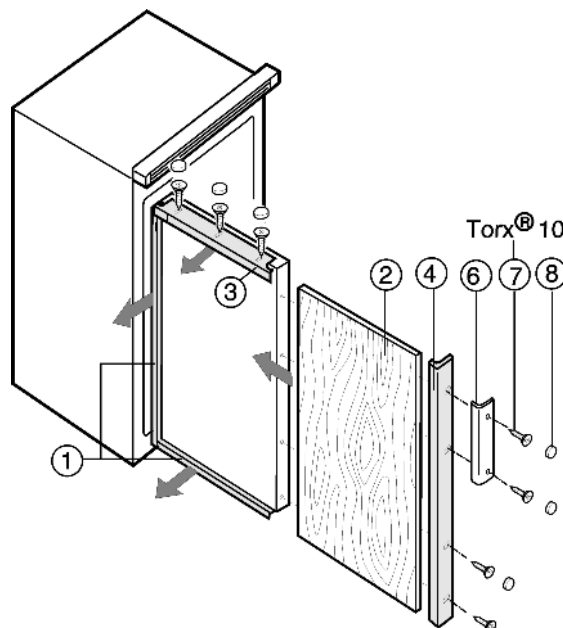

Fig. 11
- Svitare il telaio decorativo Fig. 11 (4) lato maniglia.
- In tutti gli altri telai decorativi Fig. 11 (1, 3) allentare solo le viti quindi spingere in avanti i telai decorativi.
- Inserire il pannello decorativo Fig. 11 (2) spingendolo.
- Fare scorrere in sede i telai decorativi Fig. 11 (1, 3) ed avvitarli fermamente.
- Fissare fermamente i telai decorativi Fig. 11 (4) con la maniglia Fig. 11 (6) e le viti Fig. 11 (7).
- Applicare su tutte le teste delle viti i cappucci Fig. 11 (8).